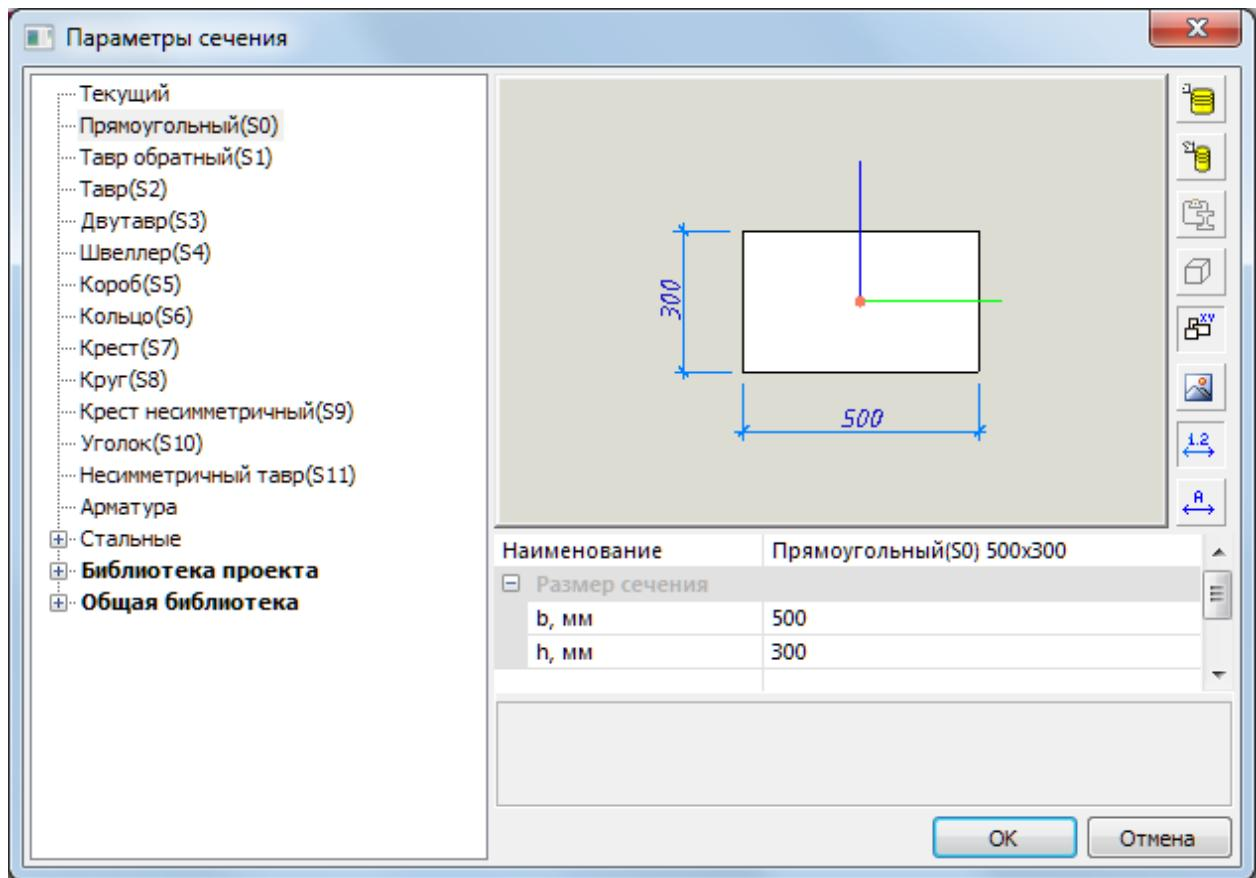

Рис.3.7 Диалоговое окно Параметры сечения
- Вызовите диалоговое окно **Параметры сечения** (рис.3.7) щелчком по кнопке в строке свойств инструмента Балка.